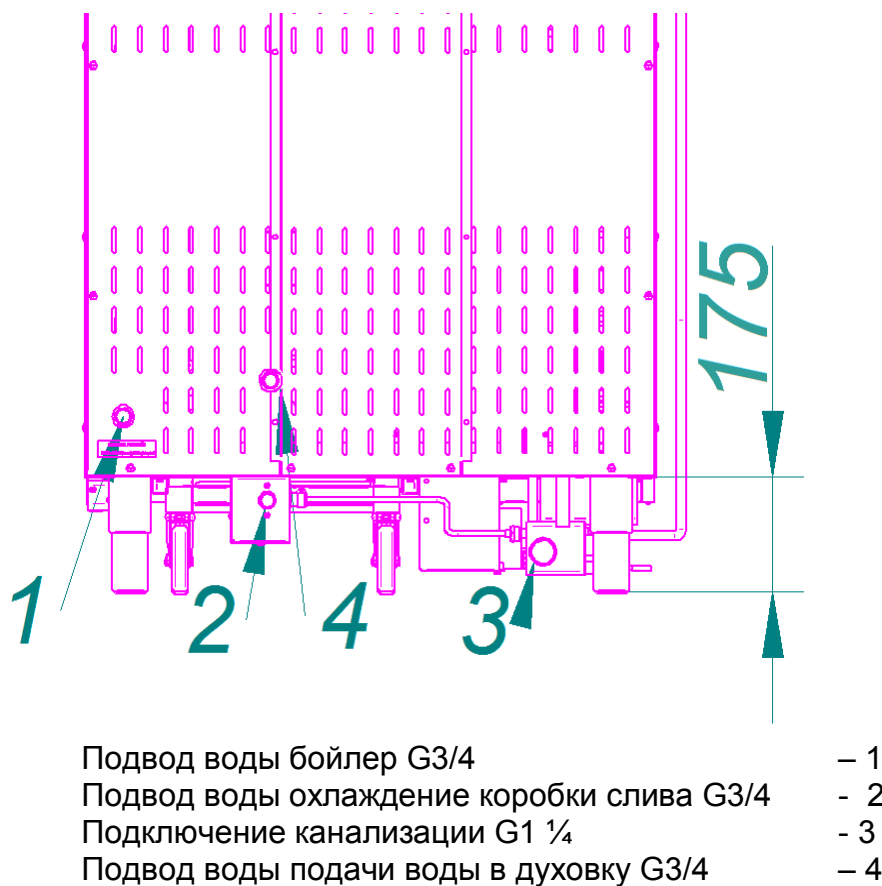

Рис. 4. Подключение пароконвектомата к системе водоснабжения
**Необходимо следить за тем, чтобы пароконвектомат был установлен в горизонтальном положении (для этого предусмотрены регулировочные ножки). Проем от пола до пароконвектомата должен быть 175мм. (см. рис. 4).**
- G3/4 (см. рис. 4 поз. 1 (наружная резьба)). Подключать только через водоумягчительную установку. Рекомендуется установить BRITA PURITY C300 Quell ST.
- G3/4" (см. рис. 4 поз. 2 (наружная резьба)). Допускается подключать к неподготовленной воде.
- G3/4" (см. рис. 4 поз. 4 (наружная резьба)). Допускается подключать к неподготовленной воде.
- подключите пароконвектомат к системе канализации используя шланг, входящий в комплект поставки - подключение через штуцер с резьбой G1¼" рис. 4 поз. 3.